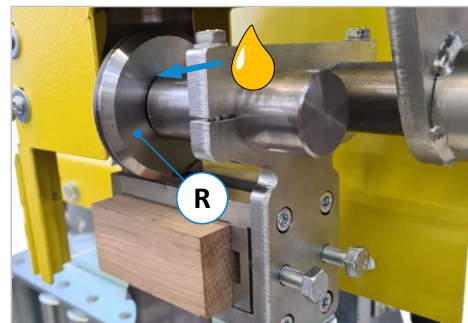

Abbildung 90: Rückenrolle ölen
- Zur Schmierung geben Sie einige Tropfen des Spezial-Öls in die Lauffläche der Rollenachse (siehe ⇨ Abbildung 90).